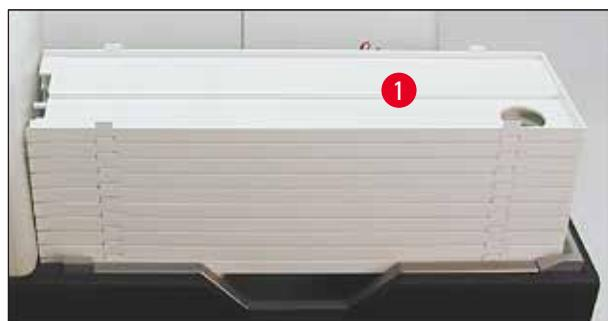

図43
- トレーのスタック（→ "図 43-1"）をアンロードステーションのリフトテーブルの上に配置します（→ "図 43"）。